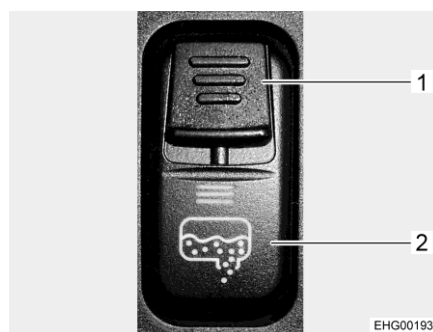

Fig. 133 Interruttore a bilico (scarico delle acque grigie)
- Spostare verso il basso il cursore di sicurezza (Fig. 133,1) sull'interruttore a bilico e, contemporaneamente, premere in basso l'interruttore a bilico (Fig. 133,2). In questo modo la valvola delle acque grigie viene aperta e il serbatoio delle acque grigie svuotato. Il LED si accende e resta acceso finché la quando la valvola delle acque grigie rimane aperta.